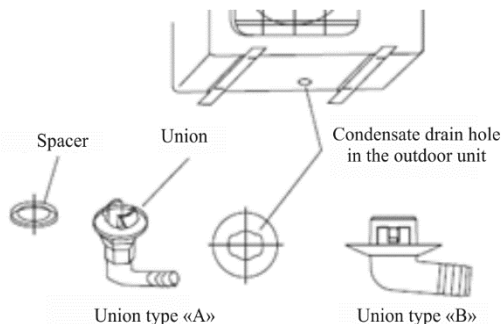

Fig. 8
- Montieren Sie nach der Befestigung des Außengeräts den Kondensatablauf. Die Ausführung richtet sich nach dem Lieferumfang und dem jeweiligen Gerätemodell (siehe Abbildung 8).